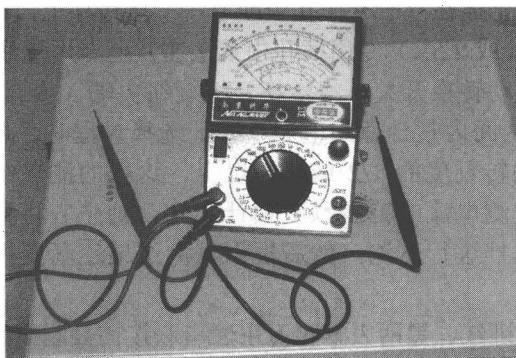

图 1-1 指针式万用表外形
(1) 使用万用表时，首先将两支测试棒插入插孔或接到接线端钮上。如图 1-1 所示，红色表笔插入有“+”号或标有“VmAΩ”号的插孔，黑色表笔插入有“-”号或“\*”号或标有“COM”的插孔，以避免测量时接反。
位，并找出相对应的刻度标尺。有的万用表有两个转钮，一是种类选择旋钮，二是量程变换旋钮，使用时应将两个旋钮都旋到相应的挡位。指针式万用表外形如图 1-1 所示。